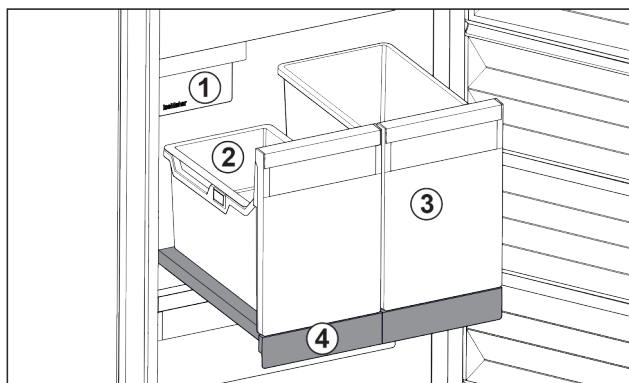

Fig. 17 Estante extraíble con IceTower
En el estante extraíble hay dos recipientes altos (IceTower). En el recipiente Fig. 17 (2) se recogen y almacenan los cubitos de hielo del IceMaker. El recipiente Fig. 17 (3) es adecuado para conservar productos altos, como pizzas o bebidas alcohólicas.